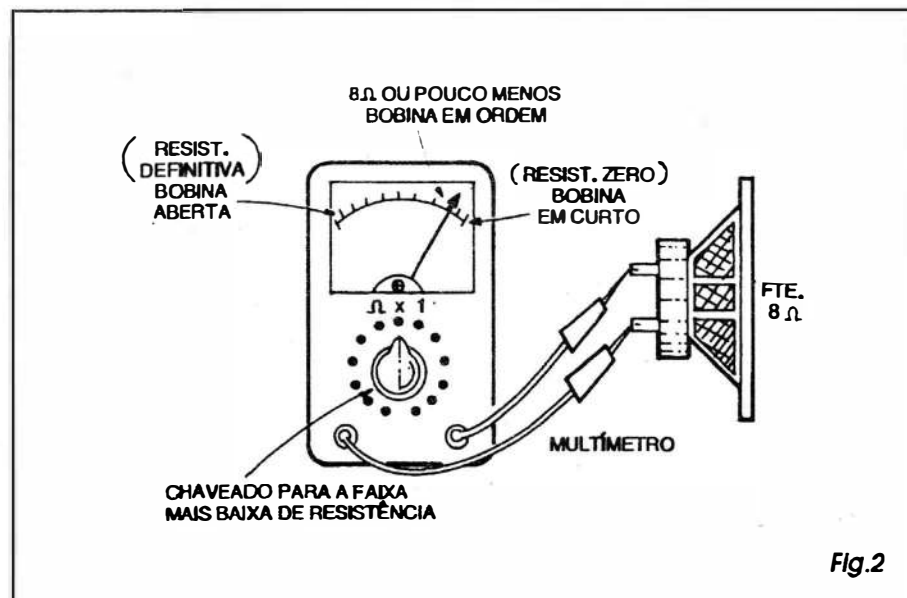

Fig.2
- FIG. 2 - UM TESTE UM POQUINHO MAIS SOFISTICADO... - Atualmente, devido a uma queda progressiva nos seus preços, ao longo dos últimos anos, a maioria dos hobbystas possui pelo menos um pequeno multímetro... Quem tiver um